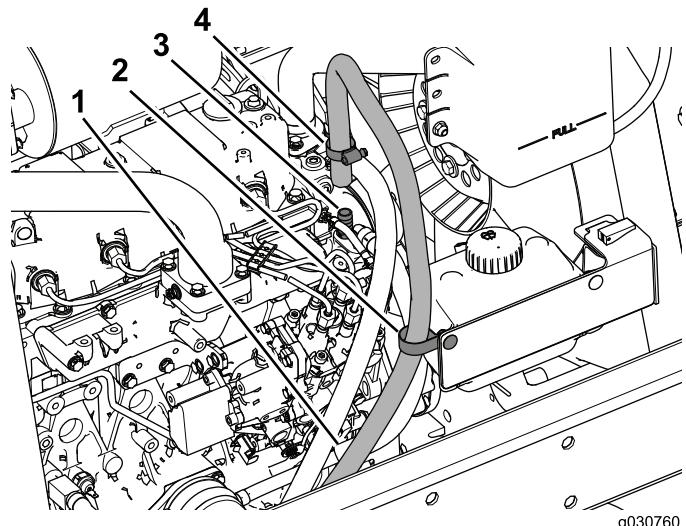

**Figura 36**
5. Fate scorrere la fascetta stringitubo sul flessibile di mandata e poi inserite il flessibile sopra il raccordo dentellato (3/8 NPT x 0,625) come illustrato nella Figura 36.